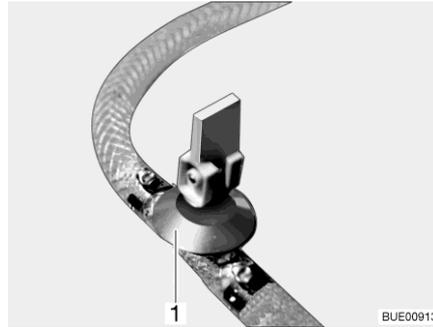

Bild 151 Ablasshahn (mit Kipphebel)
- Alle Ablasshähne öffnen. Dazu den Kipphebel des Ablasshahns (Bild 151,1) senkrecht stellen.